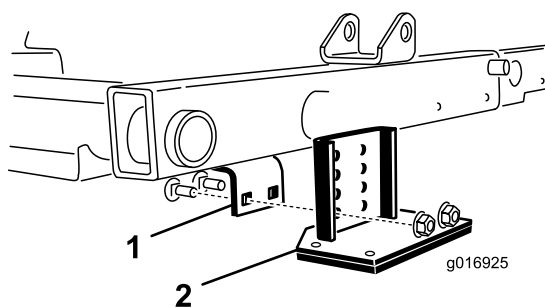

Figura 38
2. Localice el soporte del bastidor encima de la unidad de corte central (Figura 38).
3. Presione hacia abajo sobre el rodillo delantero de la unidad de corte central, y determine qué taladros del soporte basculante quedan alineados con los taladros del soporte del bastidor para obtener el mismo contacto del rodillo al instalarse el soporte basculante (Figura 38).
4. Baje las unidades de corte y monte el soporte basculante en el bastidor con los 2 pernos de cuello cuadrado y las 2 tuercas suministrados con el kit (Figura 38).